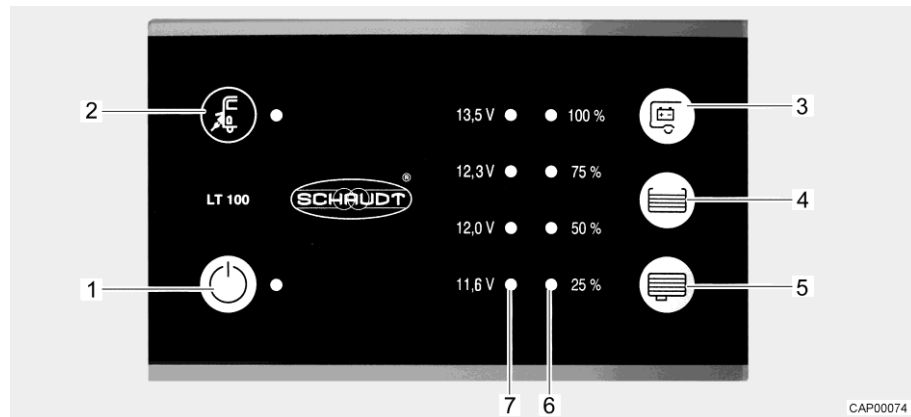

Fig. 63 Panneau de contrôle (LT 100)
La DEL jaune près du symbole de raccordement électrique "⚡" (Fig. 63,2) est allumée quand le véhicule est raccordé à une tension réseau externe. La DEL reste allumée quand le panneau de contrôle est éteint.
L'interrupteur principal 12 V (Fig. 63,1) établit ou coupe le panneau de contrôle et l'alimentation 12 V de la cellule.
- Appuyer sur l'interrupteur "⏻" (Fig. 63,1) : L'alimentation 12 V de la cellule est assurée. La DEL s'allume en vert.
- Appuyer de nouveau sur l'interrupteur "⏻" (Fig. 63,1) : L'alimentation 12 V de la cellule est coupée. La DEL s'éteint.
L'échelle DEL (Fig. 63,7) indique la tension de la batterie de cellule comme suit :
- Appuyer sur la touche "E" (Fig. 63,3) : La tension de la batterie de cellule est affichée.
L'échelle DEL (Fig. 63,6) indique le niveau de remplissage du réservoir d'eau fraîche ou de celui d'eaux usées.
Appuyer sur la touche "☰" (Fig. 63,4) : Le niveau de remplissage du réservoir d'eau fraîche est indiqué par les DEL allumées.
Appuyer sur la touche "☷" (Fig. 63,5) : Le niveau de remplissage du réservoir d'eaux usées est indiqué par les DEL allumées.